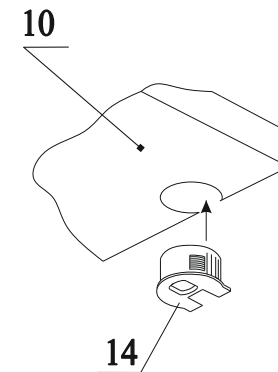

Рис.9
17. В отверстия на деталях 10 вбить полкодержатель с эксцентриком 14 (рис.9);